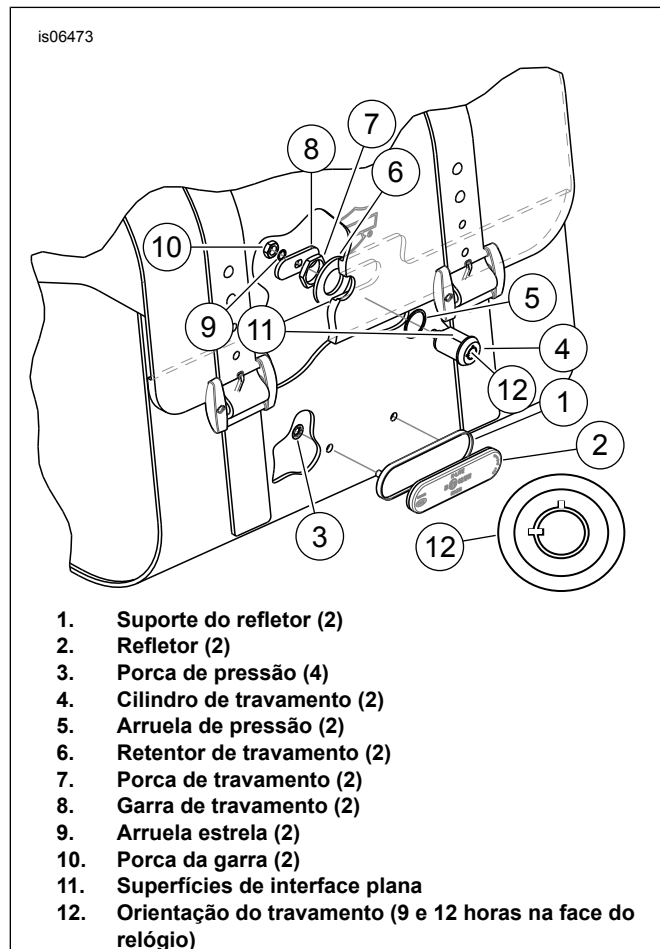

Figura 7. Instale os refletores e os conjuntos da trava
1. Veja Figura 7. Posicione o suporte do refletor (1) no centro do alforje.
3. Limpe a superfície do suporte do refletor (1) onde o refletor será instalado com água e sabão ou uma mistura de 50 a 70% de álcool isopropílico e 30 a 50% de água destilada. Deixe secar completamente.
4. Remova a película da parte traseira da fita adesiva do refletor (2). Posicione cuidadosamente o refletor no suporte do refletor e aperte-o firmemente no local. Mantenha o refletor na posição com uma pressão firme por pelo menos um minuto.
6. Instale o suporte do refletor (1) no alforje usando duas porcas de pressão (3). As porcas de pressão são instaladas a partir da parte de dentro do alforje.
3. Veja Figura 7. Coloque a arruela de pressão (5) sobre o cilindro de travamento (4).
4. Oriente o cilindro de travamento de modo que os entalhes de travamento (12) fiquem orientadas nas posições de 12 e 9 horas. Insira o cilindro de travamento através do furo na tampa do alforje e encaixe as superfícies planas (11) das duas travas e o apoio plástico do suporte da tampa.
5. Instale o retentor de travamento (6) de dentro da tampa do alforje e sobre o cilindro de travamento.
7. Instale a porca de travamento (7) de dentro da tampa e rosqueie no cilindro de travamento. Aperte com firmeza.
8. Remova a porca da garra (10) e a arruela estrela (9) do cilindro de travamento (4) instalado certificando-se de **NÃO** remover a arruela do excêntrico da traseira do cilindro de travamento. Se o excêntrico cair do cilindro de travamento, será necessário reinstalá-lo corretamente de modo que a rotação da chave permita que ela seja removida nas posições travada e destravada. O excêntrico pode ser instalado incorretamente, portanto, teste a orientação antes de instalar a garra. Se a chave não puder ser removida em nenhuma posição de trava, vire o excêntrico e instale-a.
9. Instale a garra de travamento (8) na coluna rosqueada do cilindro de travamento bem como uma arruela estrela (9) e a porca da garra (10). Aperte a porca da garra com firmeza.